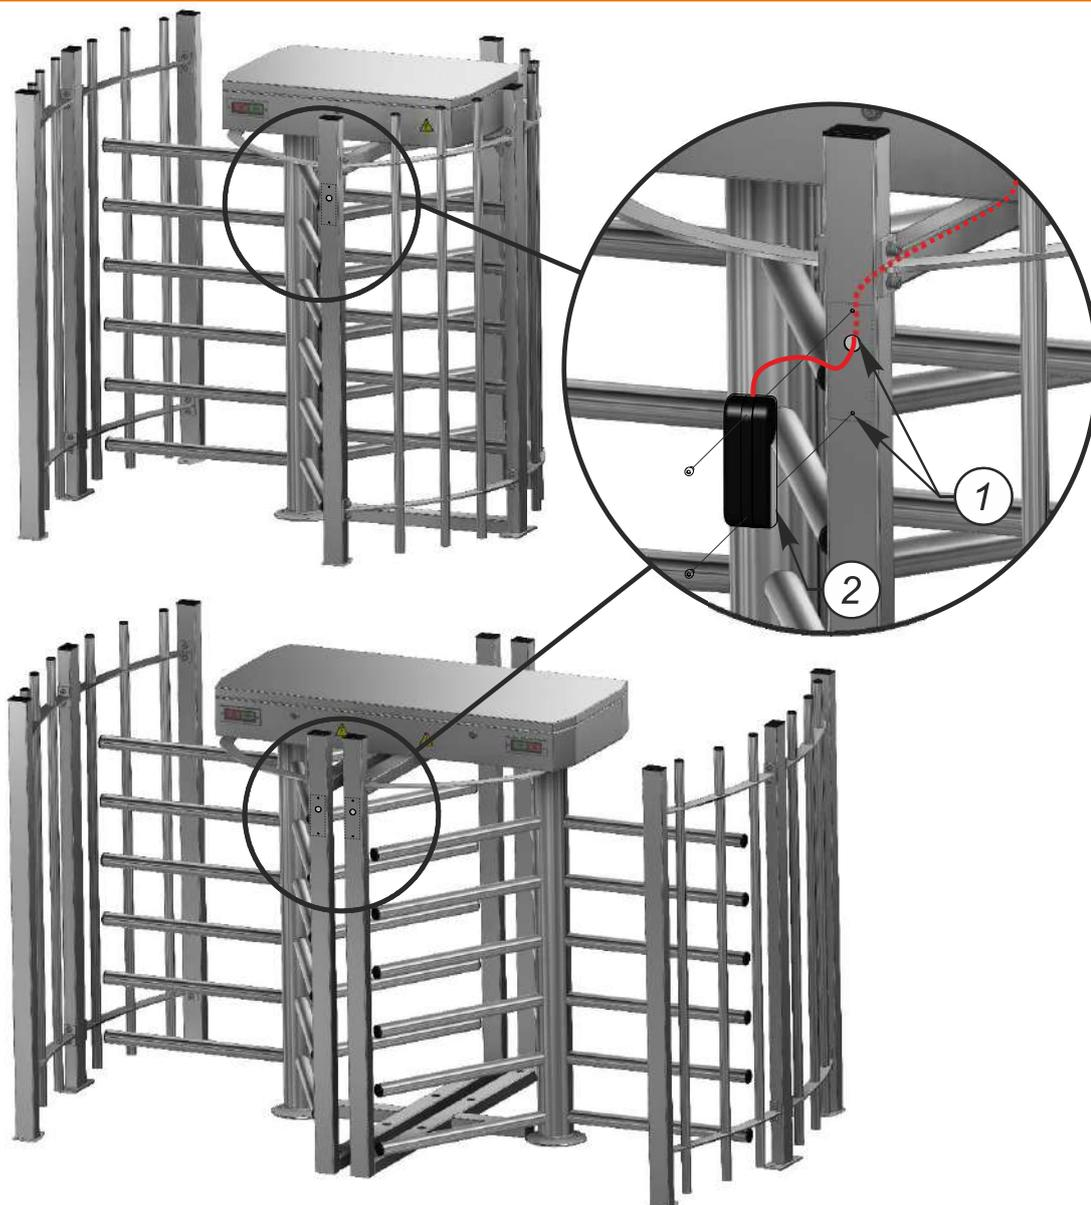

Рис.11 - Установка считывателя бесконтактных карт на однопроходной турникет «CYCLONE-L» или двухпроходной «CYCLONE TWIN-L»
- Сделайте отверстия (1) в торце стенки ограждения (см.рисунок 11), по размеру согласно выбранного считывателя. Протяните кабель к контейнеру, закрепите считыватель (2) на стойке и подключите